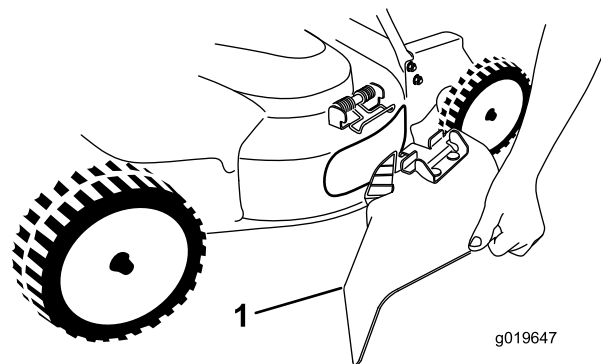

Figure 25
5. Pour monter la goulotte d'éjection latérale (Figure 25), tirez sur le ressort, lacez la goulotte sur l'ouverture et abaissez le ressort sur les pattes en haut de la goulotte.